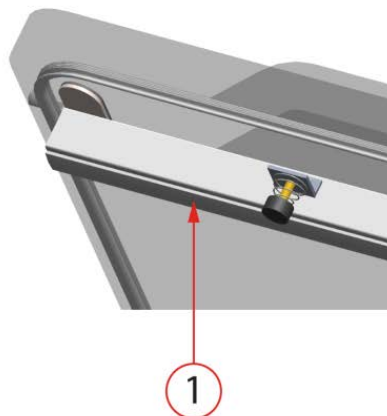

Abbildung 8: Austausch des Silikongummis der Silikonhalter
1. Ziehen Sie das alte Silikongummi vom Halter ab, vgl. *Abbildung 8: Austausch des Silikongummis der Silikonhalter* auf Seite 37.